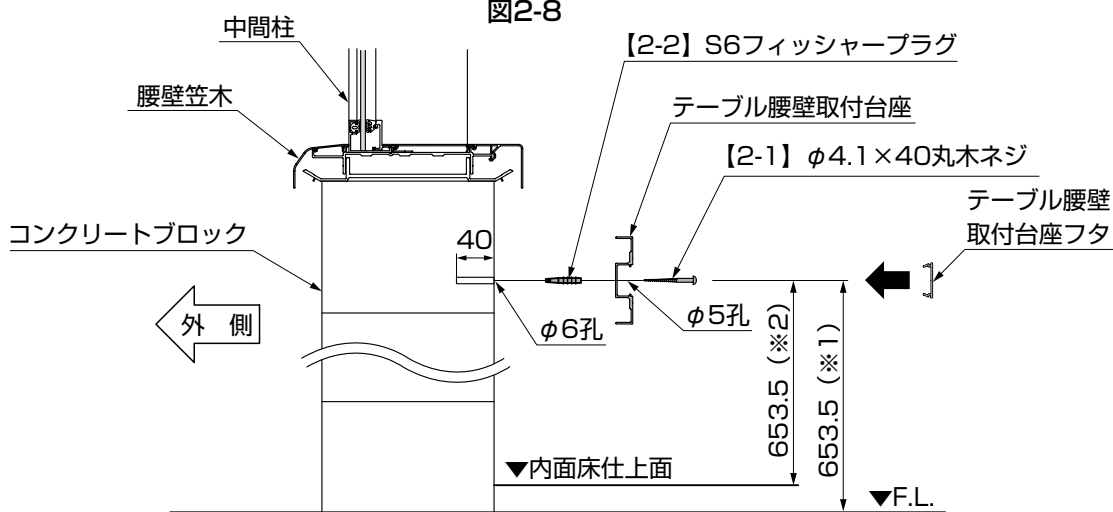

図2-9
- オープンテラス、サイドスルータイプ(※1)の場合とガーデンルームタイプ(※2)の場合では、床面の基準位置が異なります。(図2-9参照)